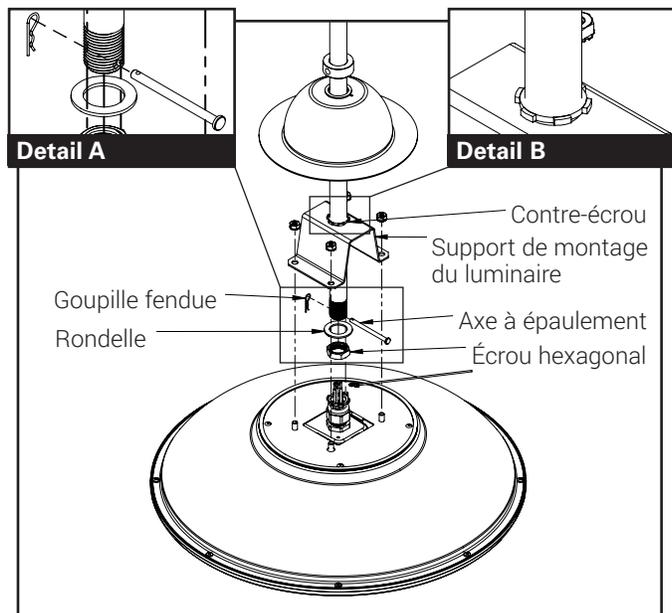

Figure 14.
- Vissez un contre-écrou sur le bout fileté de la tige jusqu'en haut du filetage. Les dents doivent être orientées vers le support de montage du luminaire. Assurez-vous que l'écrou est vissé au maximum. (Voir la figure 14, détail B)
- Insérez la tige dans le support de montage du luminaire (Figure 14).
- Insérez l'axe à épaulement dans le trou situé au bas de la tige. (Voir la figure 14, détail A)
- Insérez la goupille fendue dans le trou situé au bout de l'axe à épaulement. (Voir la figure 14, détail A)